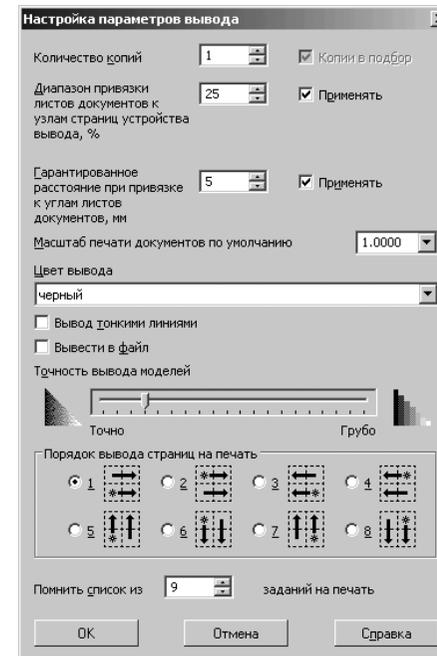

Рис. 5.119. Диалоговое окно **Настройка параметров вывода**
- щелкните в меню окна **Предварительный просмотр** по пункту **Файл**, а затем в выпадающем меню по пункту **Настройка параметров вывода**. Появится диалоговое окно **Настройка параметров вывода** рис. 5.119.
- установите, например, те параметры, которые указаны на рис. 5.119, а затем щелкните по кнопке **ОК**.